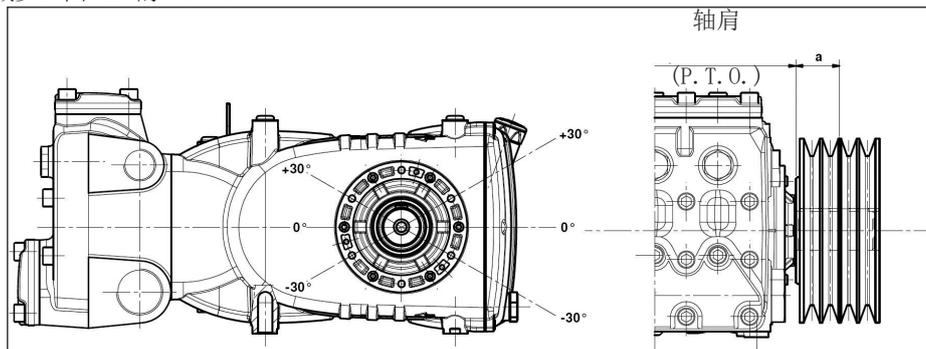

图 11
泵轴上的径向载荷不能超过7500 N（布局定义所必须的数值）。只有该载荷作用在距离轴肩（P. T. O.）的一段最大长度  $a=40$  mm时，传动才被视为适当，见图 11。
- b) 使用高效能皮带 - 例如XPB而不是SPB - 同样的功率传递, 使用的皮带数量会相对少, 继而相对轴肩(P. T. O.)的距离也会减少。图 11 的“a”。
e) 按照图 11 指出的方向张紧皮带, 其他需求请联系**技术部**或**客户服务中心**。